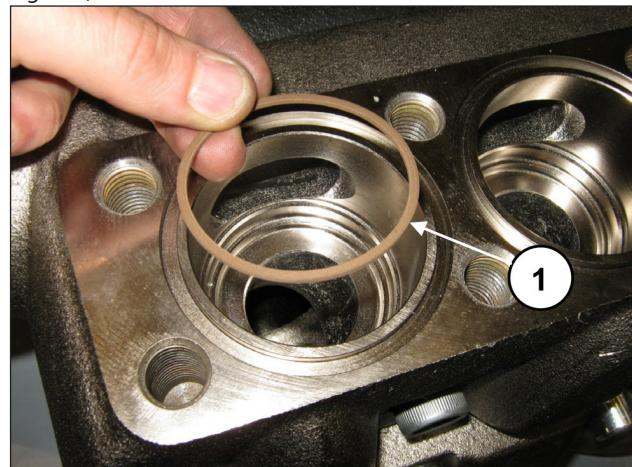

Fig. 156
Insira o anel anti-extrusão, pos. de explosão nº. 23 (pos. ①, Fig. 156).